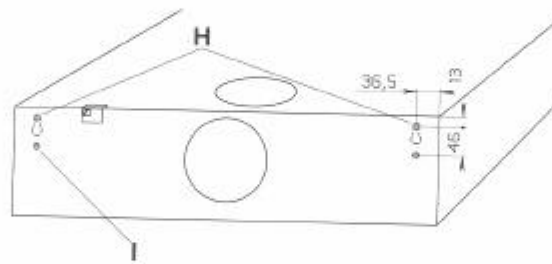

Fig. 8
- Jetzt die Haube einhängen (Loch **H**) und die beiden Schrauben fest anziehen. Nun die dritte 5x45er Schraube in das Loch **I** einschrauben (Abb. 8).
- Now hang the hood (holes H). Tighten the 2 screws and fit the third 5x45 screw in hole I from inside the cabinet (fig. 8).